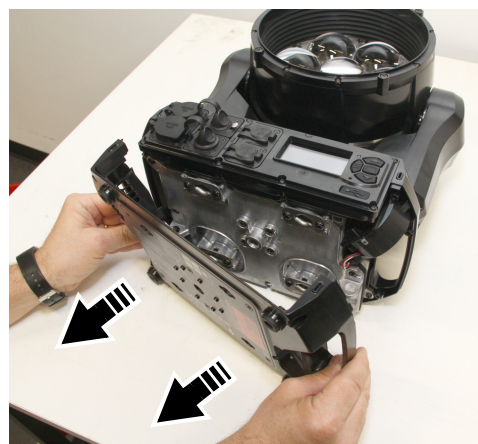

Figure 10: Démontage du capot de la base
- Voir Figure 10. Séparez le capot de la base.